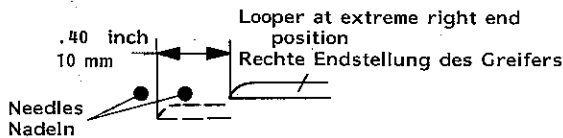

Fig. 67B
5. Rotate the pulley counterclockwise until the looper has moved 10 mm (.400 in.) from right to left (Fig.67B).
5. Drehen Sie das Handrad im Gegenuhreigersinn, bis sich der Greifer 10 mm von rechts nach links bewegt hat (Fig.67B).